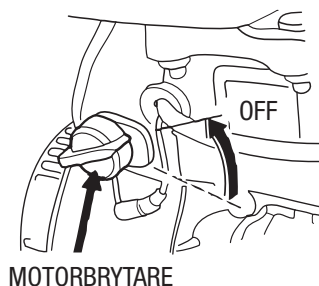

Bild 30. Motorns strömknapp (läge OFF)
2. När motorn har **kylts ner** vrid du motorns strömknapp till läge **“OFF”** (bild 30).